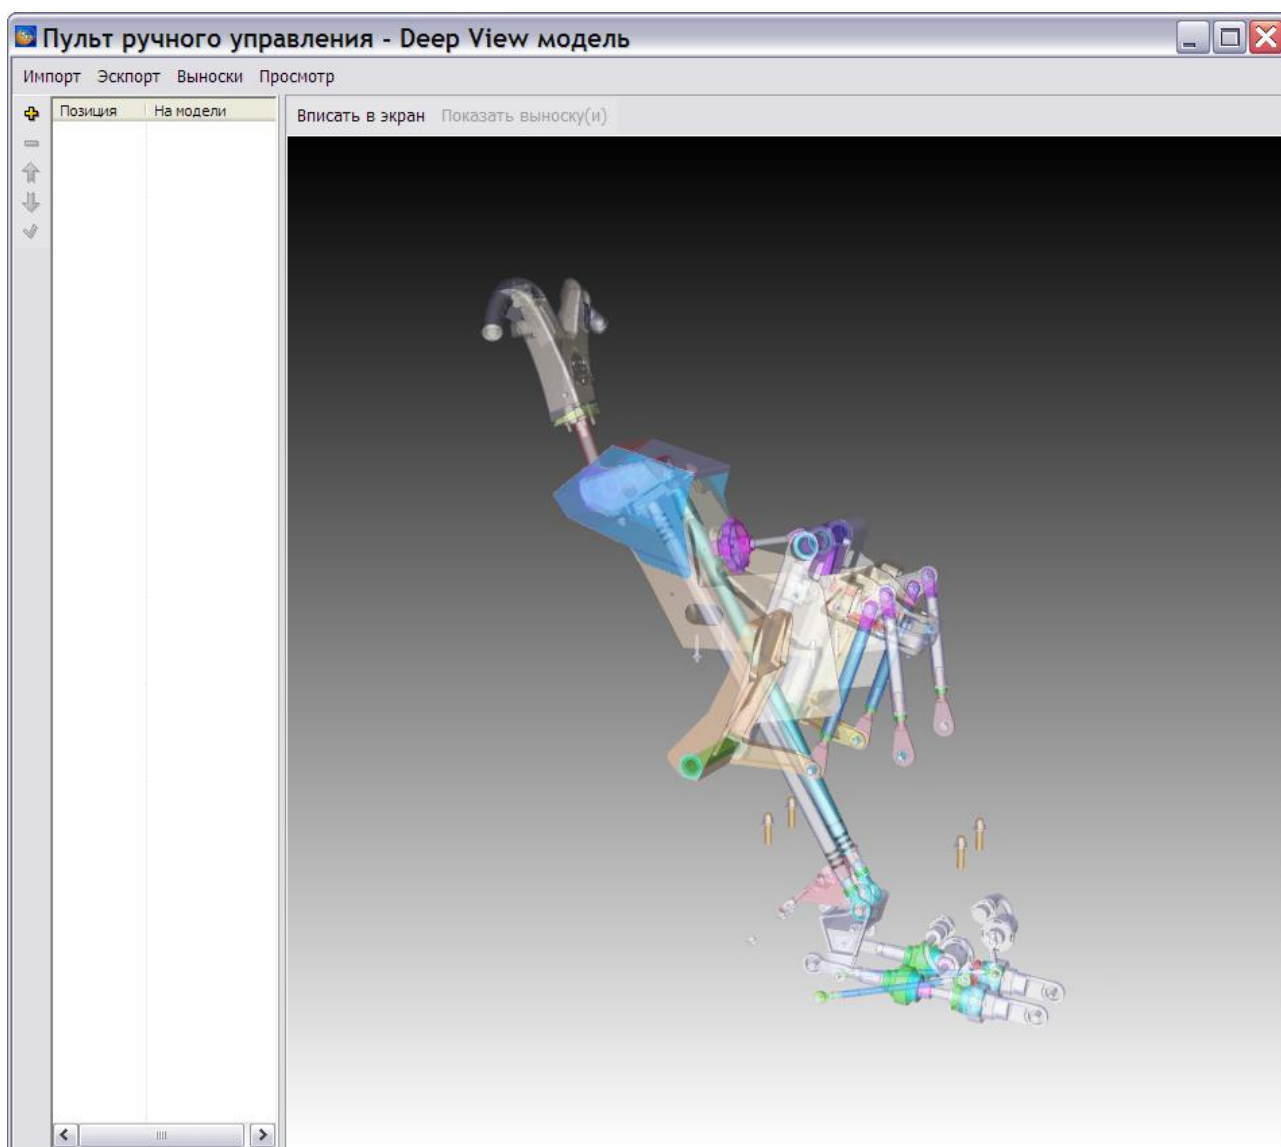

Рис. 6.67
6. В открывшемся окне **Импортировать модель из файла** выберите файл формата «rth» и нажмите на кнопку **Открыть**. После этого произойдет возврат в окно редактора Deep View моделей, в правом окне редактора появится вставленная модель (Рис. 6.67).